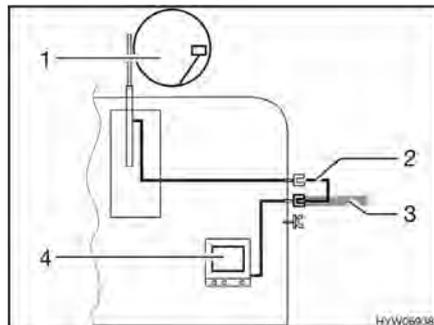

Bild 110 TV im Fahrzeug
- TV im Fahrzeug (Bild 110,4): Anschluss an Dachantenne (Bild 110,1) mit Verbindungskabel (Bild 110,2)
- TV im Fahrzeug (Bild 110,4): Anschluss an externe Antenne (Bild 110,3)